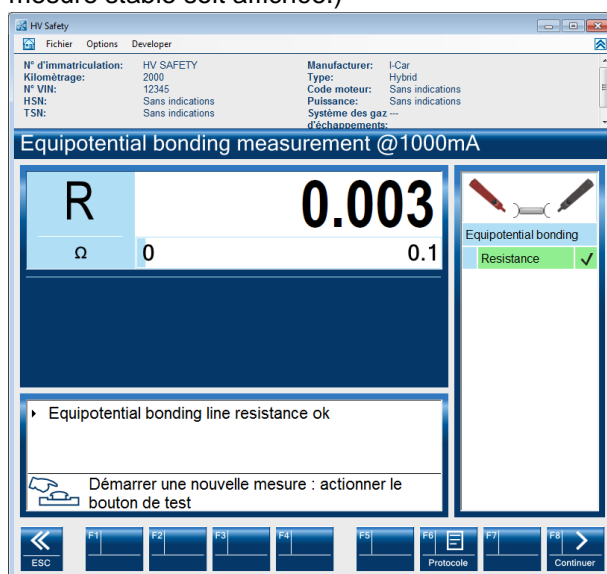

Fig. 3-7
- Le résultat de mesure est affiché, voir fig. 3-7.